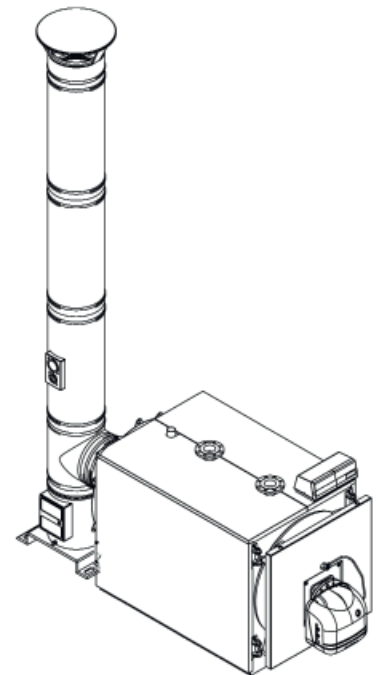

fig. 7
5.4 Evacuación de los productos de combustión (Fig. 7)